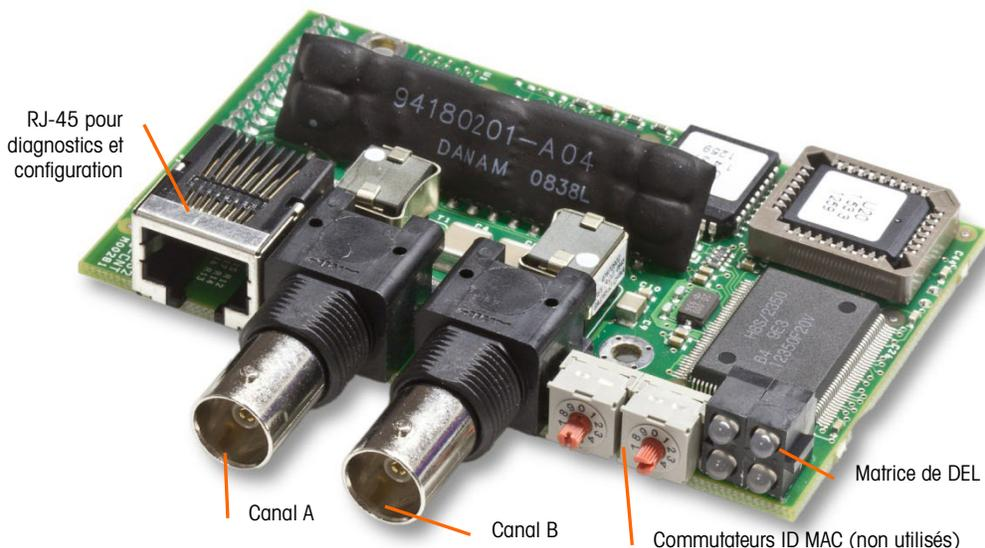

Figure 2-1 : Module PLC ControlNet et ses composants
La Figure 2-1 présente le module de l'interface ControlNet et ses composants.
- **Ne branchez pas** de câble Ethernet sur le connecteur RJ-45 présenté à gauche sur la Figure 2-1. Cette connexion n'est pas utilisée.